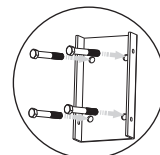
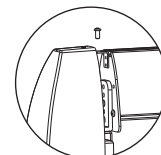
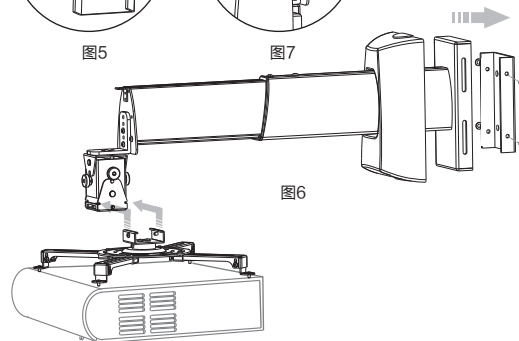

图5
图7
图6
- 把墙壁固定件安装到墙壁上(根据墙壁的材质选择配件中的螺丝, 配件⑦适用于混凝土墙壁, 配件⑧适用于木板墙壁)如图5。然后, 把支杆总成安装到墙壁固定件上, 以螺丝(配件5)紧固, 再将安装支架(已安装于投影机)滑入角度调节器, 然后装上(配件⑥)螺丝, 如图6。把顶盖套入安装前端, 紧固螺丝(配件6), 如图7。